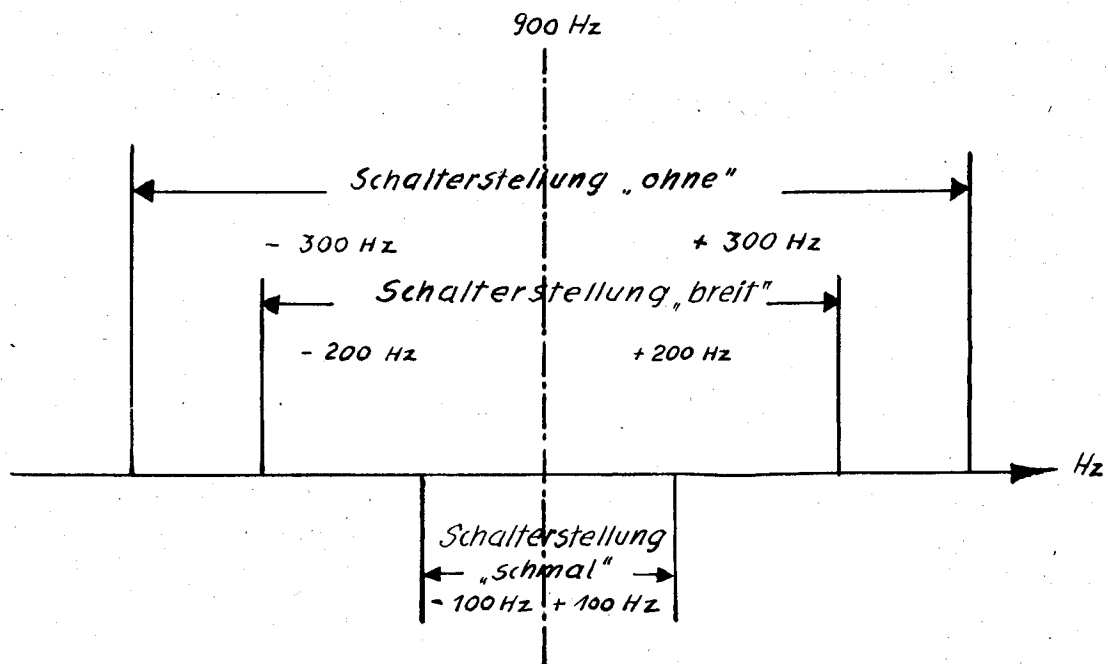

Abb. 7: Verteilung der Bandbreiten im Tonsieb
Das Tonsieb (BF) ist nicht in der Frequenz, sondern in der Bandbreite umschaltbar. Es kann bei 900 Hz Resonanzfrequenz auf die beiden Bandbreiten ± 100 Hz (Schalterstellung „schmal“) und ± 200 Hz (Stellung „breit“) umgeschaltet werden (Abb. 7). In der